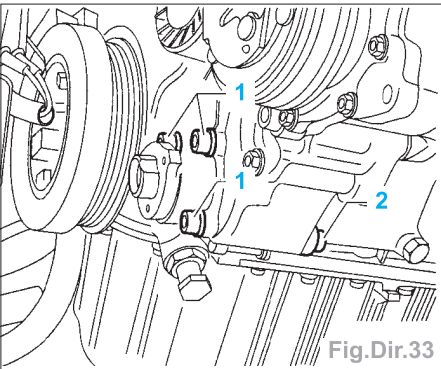

Fig.Dir.33
- Déposer les vis (1) et (2) (Fig.Dir.33).